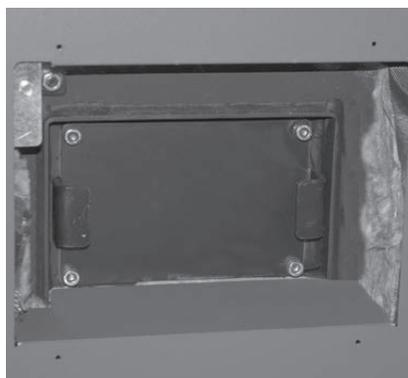
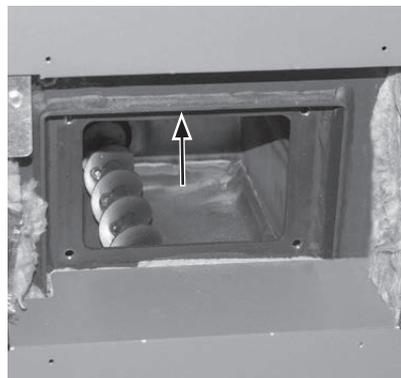

Fig. 74 Gebläsead reinigen Deckel bei Kesselwand lösen
Fig. 75 Ascheraum aussaugen, Lambdasonde innen über Reinigungsöffnung reinigen
- ▶ Verkleidungsabdeckung bei rechter Seitenwand abschrauben (4 Blechschrauben), Isolierung herausnehmen, Deckel bei Kesselwand lösen – Fig. 74. Deckel entfernen und Ascheraum aussaugen – Fig. 75.
- ▶ Lambdasonde über der Reinigungsöffnung bei Ascheraum unter Nachheizflächen reinigen – Fig. 75.